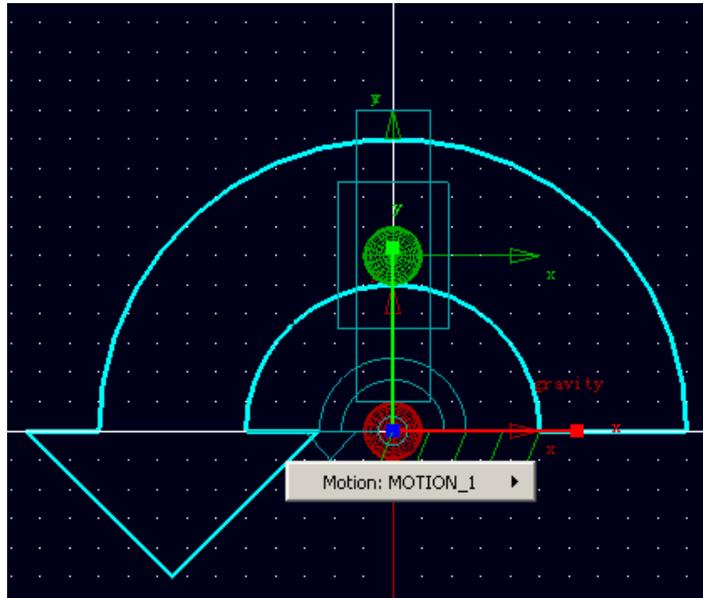

图 3-4 在球体 (PART_2) 上定义旋转驱动
3.4 在 **ADAMS/View** 驱动库中选择旋转驱动 (**Rotational Joint Motion**) ，在速度 (**Speed**) 栏中，输入速度值 **360d**，表示驱动装置每分钟转 360 度，用鼠标左键点击球体 (**PART_2**) 上的旋转副 (**JOINT_1**)，在旋转副上出现一个大的驱动图标，即为驱动装置 (**Motion: MOTION_1**)，如图 3-4 所示